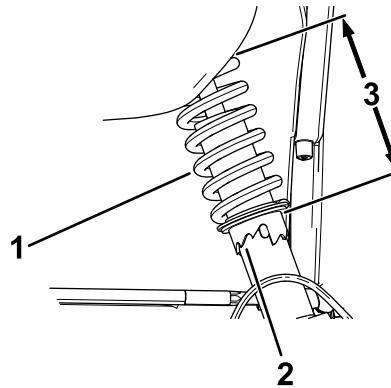

図 51
2. キャンバの調整が必要な場合には、スパナレンチでショックアブソーバのカラーを回してホイールを整列させる図 51。